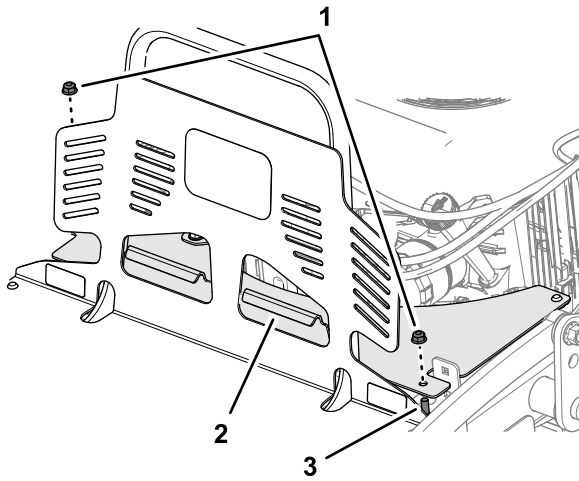

図 33
1. ガードエクステンションをガード取り付けブラケットのキャリッジねじ2本に固定しているフランジロックナット2個を外す 図 33。